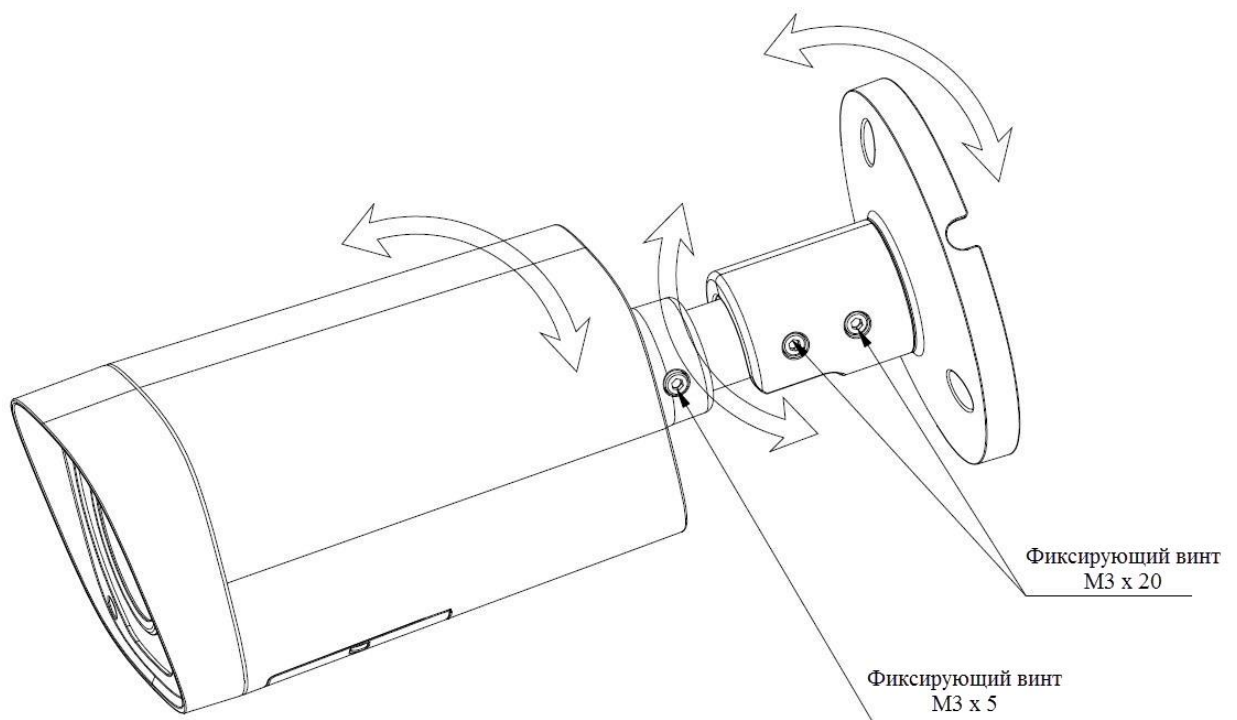

Рис. 3
- 2) После монтажа на поверхность настройте ракурс обзора камеры и затяните фиксирующий винты на кронштейне камеры (см. рис. 3).